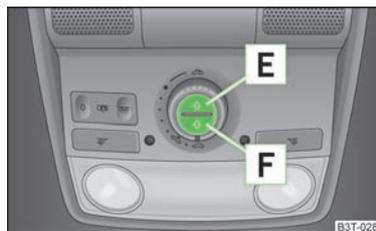

Fig. 30
Pode fechar ou abrir a cortina deslizante em separado com a ajuda dos botões » Fig. 30.
» Para abrir na totalidade, prima brevemente o botão **E** » Fig. 30.
- Para fechar na totalidade, prima brevemente o botão **F** » Fig. 30.
Para inicializar a cortina deslizando, prima o botão **F** » Fig. 30 durante aprox. 10 segundos.